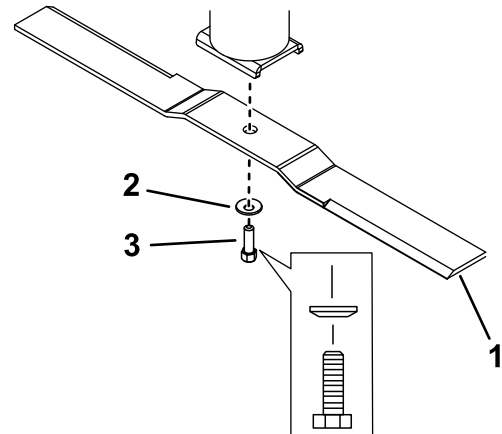

Figure 39
2. Retirez le boulon de lame, la rondelle bombée et la lame de la coupelle d'axe (Figure 39).
1. Placez la lame sur l'axe (Figure 39).
2. Montez la rondelle bombée (face concave vers la lame) et le boulon de lame (Figure 39).